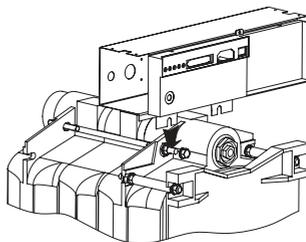

Рис. 9
С: Электрическую панель управления (7) установите так, чтобы засечки, находящиеся на нижней консоли в задней части жестяного корпуса, наделились на передние соединительные стержни кожуха котла (рис. 9).